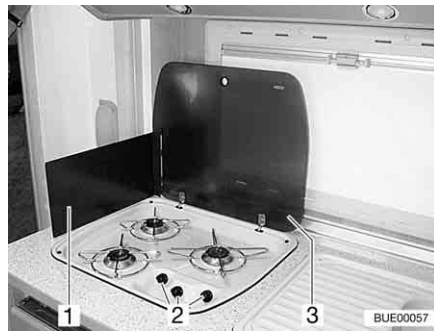

Fig. 180 Réchaud à gaz
Un dispositif de protection (Fig. 180,1) protège les meubles à proximité du réchaud à gaz.
- Ouvrir le couvercle du réchaud à gaz (Fig. 180,3).
- Tourner le bouton tournant (Fig. 180,2) du brûleur désiré en position d'allumage (grande flamme).